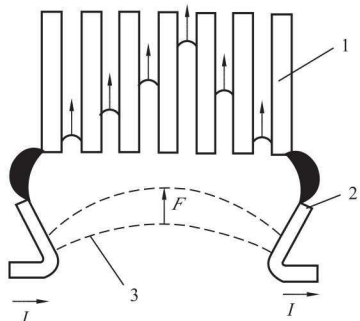

图 1-4 栅片灭弧装置示意图
(4) 栅片灭弧法。图 1-4 所示为栅片灭弧装置示意图。由灭弧栅片（由多片镀铜薄钢片组成）、绝缘夹板等部件组成。当电器触点断开时，电弧在吹弧电动力的作用下被推向栅片，电弧被栅片分割成数段串联短电弧，而栅片变成短电弧的电极。栅片的作用还在于能导出电弧的热量，使电弧迅速冷却，同时每两片灭弧栅片可以看成一对电极，而每对电弧间都有 150~250V 的绝缘强度，使整个灭弧栅的绝缘大大加强，而每个栅片间的电压却不足以达到电弧燃烧的电压。所以，电弧进入灭弧栅后就能很快地熄灭。